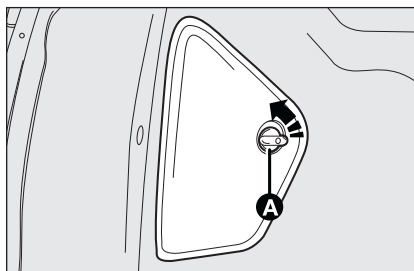
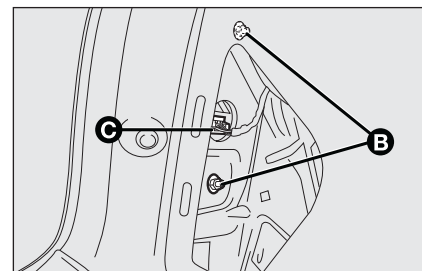

fig. 27
fig. 28
- ☐ gire el dispositivo de fijación **A- fig. 27** en sentido antihorario (en relación a la tapa izquierda) o en sentido horario (en relación a la tapa derecha) y retire la tapa protectora;
- ☐ desconecte el conector eléctrico **C- fig. 28**;
- ☐ vuelva a colocar el portalámparas asegurando el enganche de las dos aletas de fijación; inserte el grupo óptico en el interior del propio alojamiento y conecte el conector eléctrico **C-fig. 28**; apriete las dos tuercas de fijación **B**; vuelva a enganchar la tapa protectora prestando atención a insertar las lengüetas en la sede y rotando el dispositivo de fijación **A-fig. 27** en sentido contrario a las agujas del reloj (en relación a la tapa izquierda) o en sentido horario (en relación a la tapa derecha) para engancharlo.